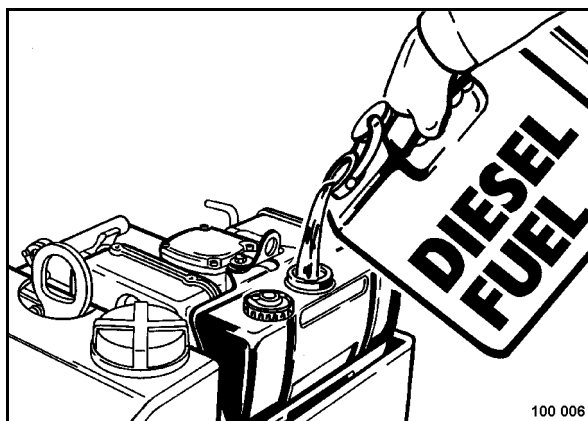

Fig. 56
- Limpiar el entorno de la boca de llenado (Fig. 56).